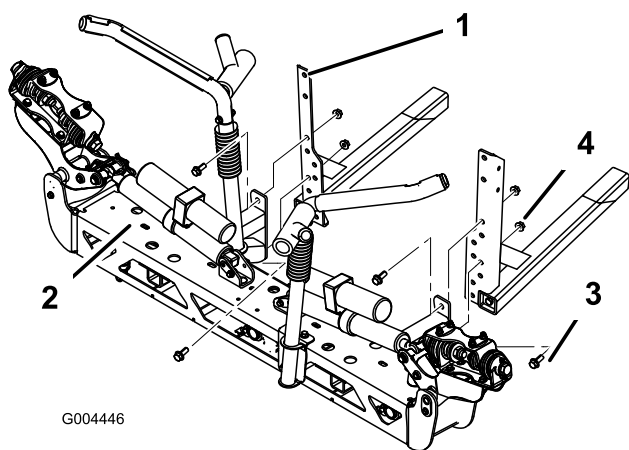

Figura 14
3. Coloque el conjunto del brazo central en los montantes utilizando 4 pernos con collar (1/2 x 1-1/4 pulgadas) y 4 tuercas con arandela prensada (1/2 pulgada) (Figura 14).